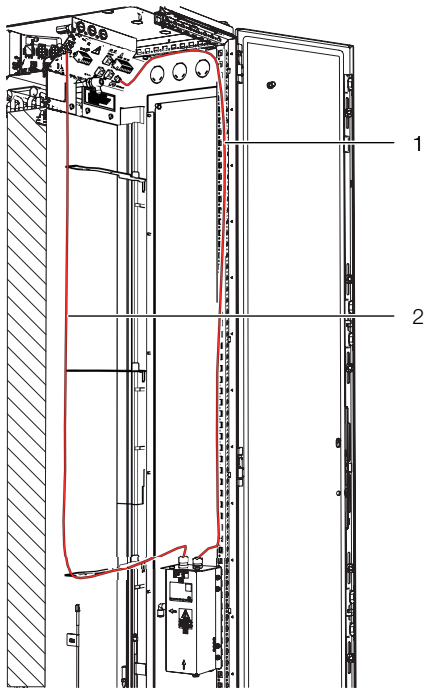
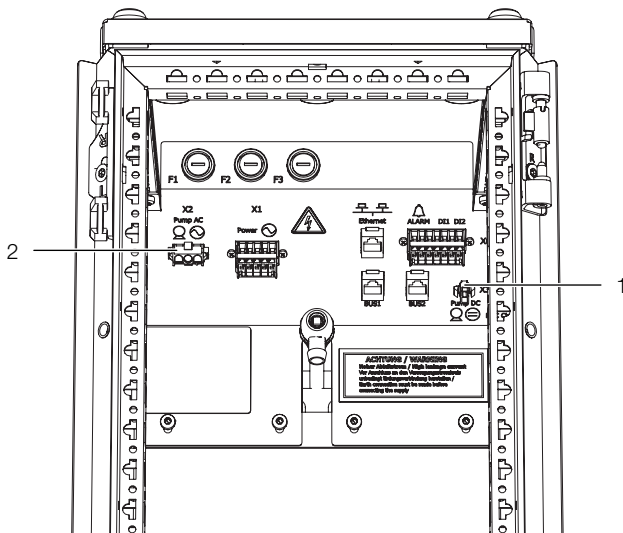

Fig. 62 : pose des câbles de raccordement
Fig. 63 : points de raccordement
- Faites passer le câble DC et le câble AC de la pompe de condensat séparément vers le haut jusqu'aux prises de raccordement dans le LCP (fig. 63). Pour des raisons de compatibilité électromagnétique, une attention particulière doit être portée au passage des câbles (fig. 62).